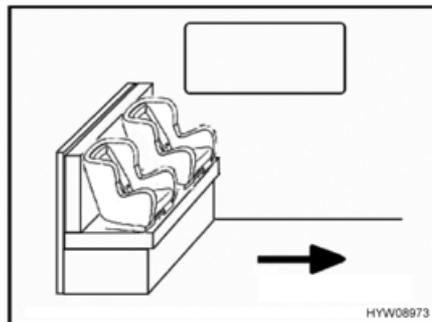
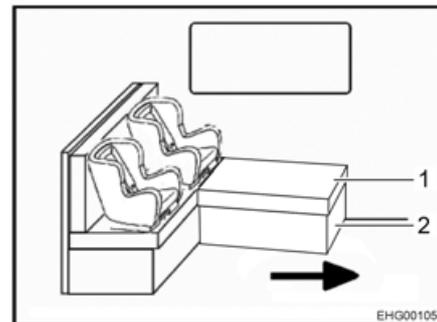

Bild 26 Kindersitze auf Sitzbank
Bild 27 Kindersitze auf L-Sitzbank
Der Pfeil in Bild 26 und Bild 27 zeigt die Fahrtrichtung.
- Das Polster (Bild 27,1) bei Bedarf entfernen.
- Das Truhengestell (Bild 27,2) bei Bedarf zusammenklappen.